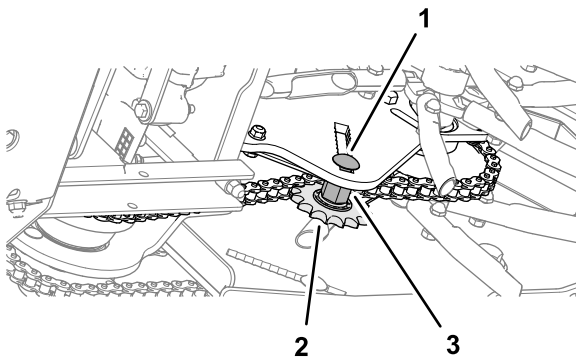

Figura 60
4. Para ajustar la tensión de la cadena, afloje el perno tensor y el espaciador roscado, y empuje hacia arriba el piñón para apretar la cadena (Figura 60).